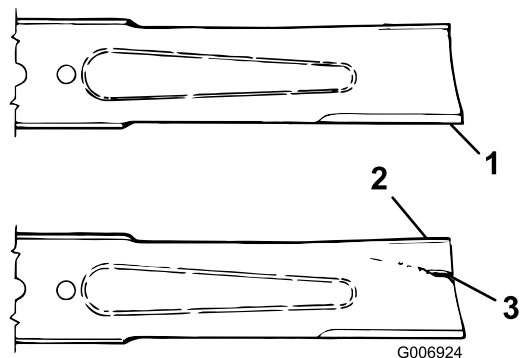

Рисунок 107
3. Осторожно проверьте режущие кромки ножей, особенно в точке соединения плоской и изогнутой частей ножа (Рисунок 107).
4. При обнаружении износа (Рисунок 107) замените нож; см. Демонтаж и установка ножа \(ножей\) режущего блока \(страница 89\)
При износе ножа между крылом и плоской частью ножа образуется бороздка (Рисунок 107). Часть ножа может случайно отломиться и вылететь из-под корпуса, возможно, нанеся тяжелую травму оператору или находящимся рядом людям.